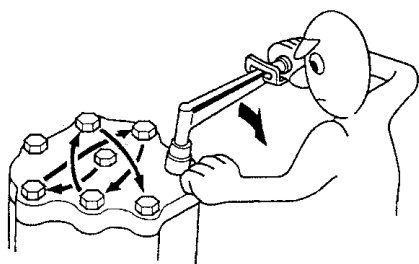

图 1-15 按交叉方式拆卸和安装螺栓和螺母
7) 在拧紧一组螺栓或螺母时, 应先从中心部位螺栓或大直径螺栓开始, 并且, 在拧紧时, 如图 1-15 所示, 应按交叉方式分两步或多步完成。